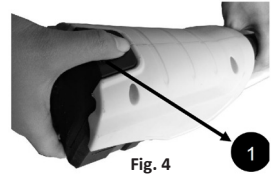

Fig. 4
- Apăsăți butonul (1) de pe mâner.
- Glisați bateria înapoi, apoi trageți sau ridicați bateria din unealtă (vezi fig. 4).